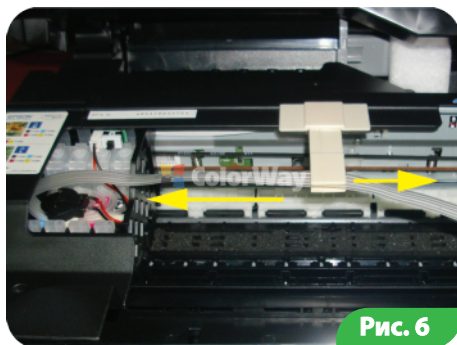

Рис. 6
4.6. Подвиньте аккуратно рукой каретку в крайнее левое положение до упора, при необходимости подтяните лишний шлейф. (Рис. 6).